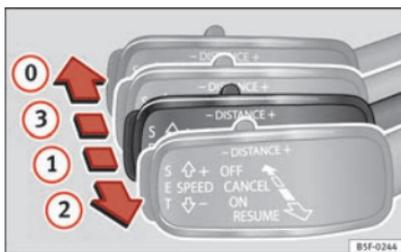

Abb. 134 Links an der Lenksäule: Dritter Hebel zur Bedienung der adaptiven Geschwindigkeitsregelung.
Es ist möglich, die ACC erneut zu aktivieren, indem Sie den Hebel auf Position ② ⇒ Abb. 134 stellen.